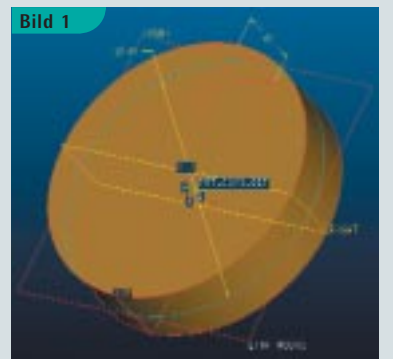

Bild 1
3. Erzeugen des Fußkreiszylinders (Bild1)